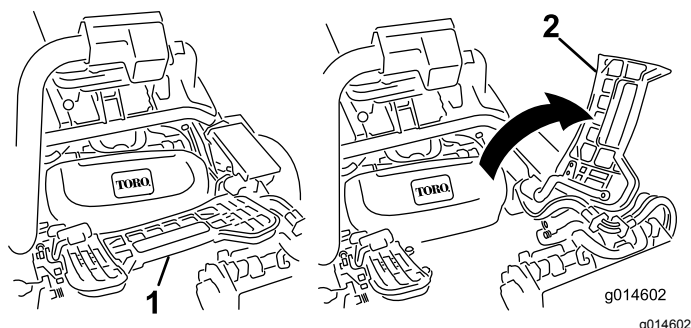

Figure 44
2. Relevez le repose-pieds pour accéder à la position du plateau de coupe central (Figure 44).